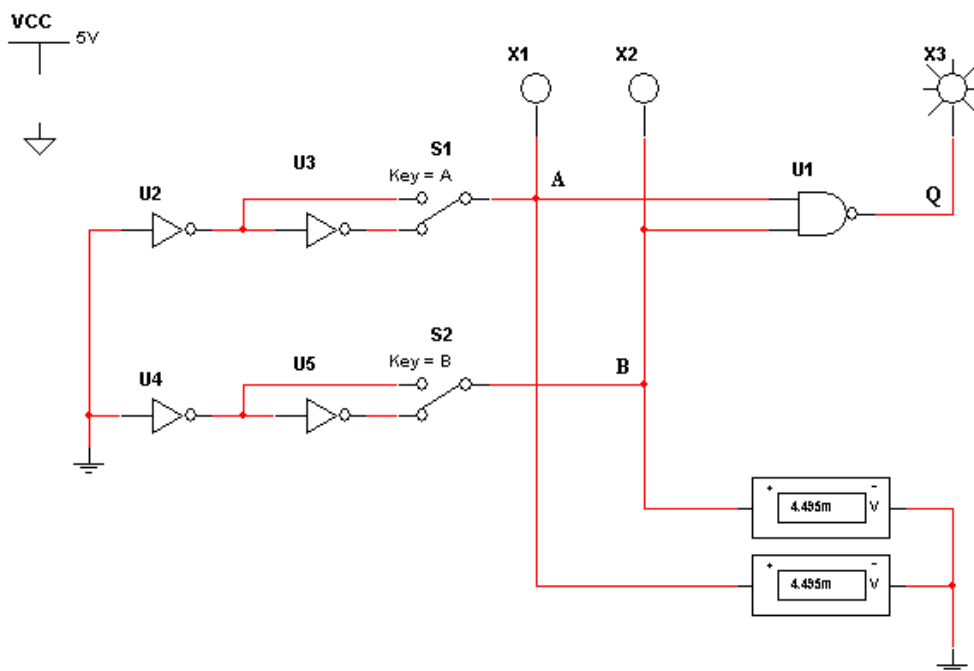

Рис. 1. Схема исследования функции «2И-НЕ»
1. Нарисовать схему функции «2И-НЕ» (рис. 1).